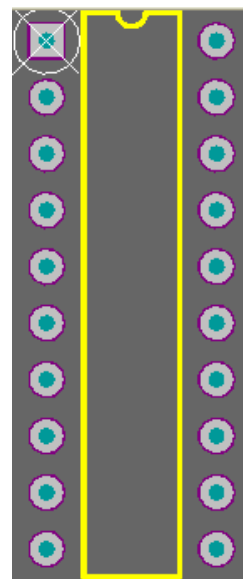

图5-7 使用
- (4) 进入最后一个对话框，单击Finish按钮结束向导，在PCB Library面板Components列表中会显示新建的DIP20封装名，同时设计窗口会显示新建的封装，如有需要可以对封装进行修改，如图5-7所示。
- (5) 执行File → Save命令（快捷键为Ctrl+S）保存库文件。